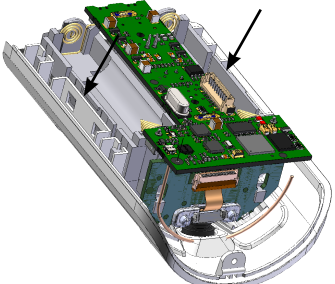

Fig. 7
- Rimuovere il supporto di tenuta delle lenti e del circuito sganciando da entrambi i lati il tutto (Fig. 7).
- Remove the lens and circuit seal holder by releasing it from both sides (Fig. 7).
- Retirez la lentille et le support de joint de circuit en les dégageant des deux côtés (Fig. 7).